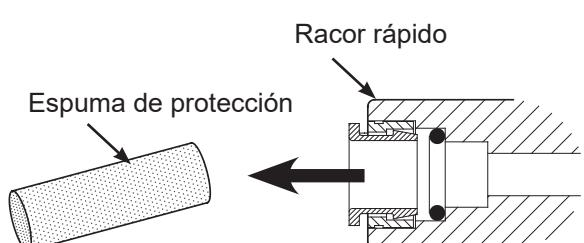

FIG. 14
**NOTA:** *Retirar las espumas protectoras antes de conectar los tubos (Cf. Fig. 14). Desechar las espumas.*